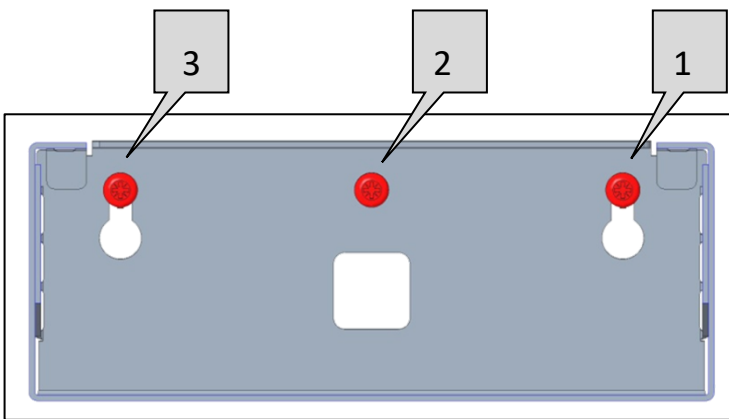

FIG. 5
- Reposicionar a coifa sobre os dois parafusos previamente aparafusados, depois apertar estes e o parafuso de segurança central FIG.5